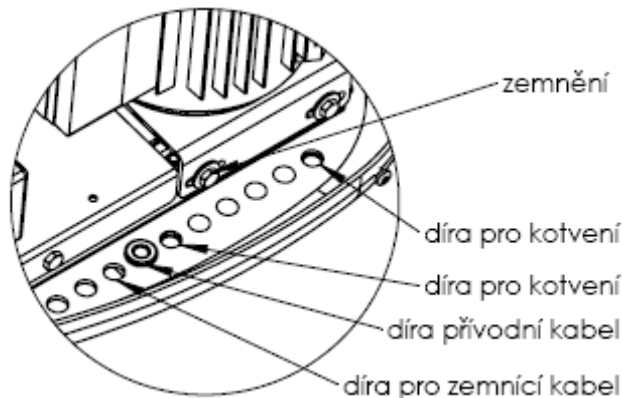

Abb. 3
- Die Ankerung wird mit Ankerschrauben M8-160 (Abb. 3) mittels chemischen Ankers (Zweikomponentenharzmörtel für Befestigung mechanischer Teile zum Mineraluntergrund) durchgeführt. Die Tiefe der Versenkung der Schrauben beträgt 138 mm. Für Sicherung werden breite Scheiben 8,2 und Selbstsicherungsmutter M8 verwendet. Die Schrauben und auch sonstiges Material bilden nicht den Bestandteil des Lieferumfangs.
- Die Ankerung wird mit Ankerschrauben M8-160 (Abb. 3) mittels chemischen Ankers durchgeführt. Die Tiefe der Versenkung der Schrauben beträgt 138 mm. Für Sicherung werden breite Scheiben 8,2 und Selbstsicherungsmutter M8 verwendet. Die Schrauben und auch sonstiges Material bilden nicht den Bestandteil des Lieferumfangs.